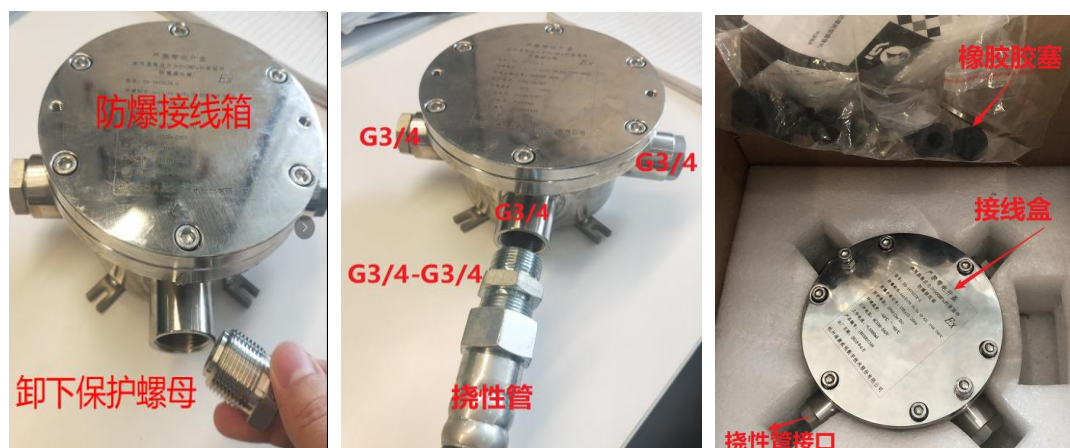

图 7 防爆挠性管接防爆接线箱的操作方法
- (1) 卸下防爆接线箱入口处的保护螺母；
- (2) 将尾线穿过黑色的橡胶圈（橡胶圈在配件袋中），塞入接线盒螺纹孔；
- (3) 将尺寸为“G3/4-G3/4 转接头”的防爆挠性管公头端旋入 G3/4 接线孔的防爆接线箱，挤压黑色橡胶圈从而达到接线盒处密封效果。如图 7 所示。